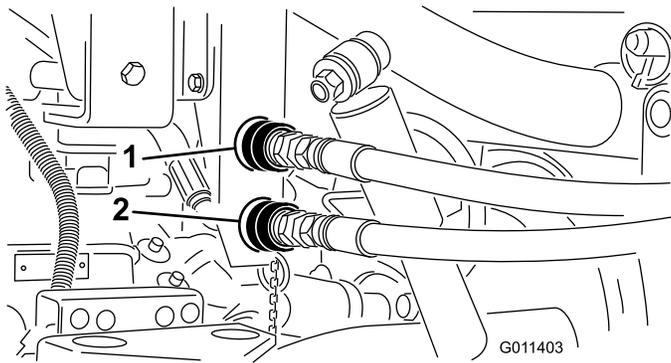

図 17
3. トップドレッサのクイックカップラ (図 17) が汚れていないことを確認する。カップラが汚れていると油圧システム全体が汚染されるので十分注意する。カップラがきれいであることを確かめたら、クイックカップラをワークマンに接続する。ホースには、A と B というマークがついているので、このマーク同士を合わせて接続する。どちらのクイックカップラも完全に嵌っていることを確認する。
注 図 17 に示されているカップラは、シリアル番号が 239999999 よりも小さい車両のものです。